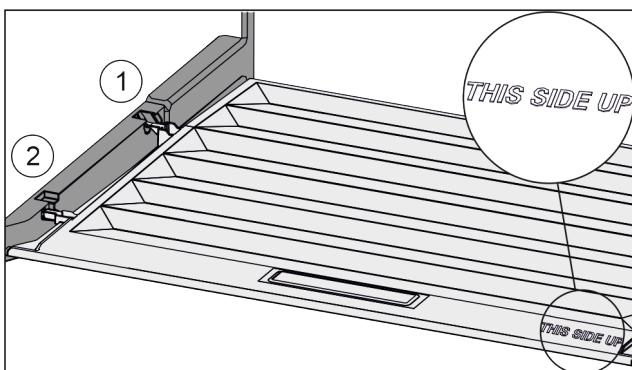

Fig. 74
► Výstupky víka zavedte do zadních držáků Fig. 74 (1) a vpředu zaklesněte do držáku Fig. 74 (2).